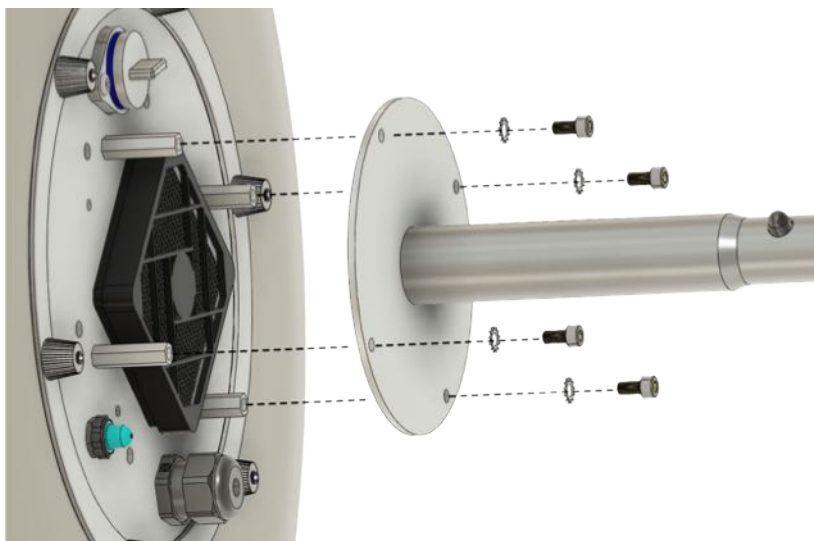

Abb. 10
1. Poluzować mocowanie trójnogu poprzez wykręcenie 4 śrub z gniazdem sześciokątnym (Rys. 10).